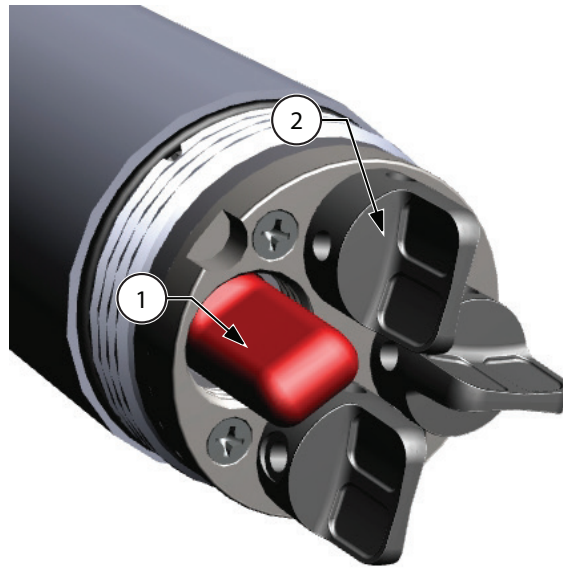

Abbildung 5 Anschlussstopfen
1. Entfernen und entsorgen Sie alle mit dem Instrument gelieferten Staubstopfen (Abbildung 5 auf Seite 10).